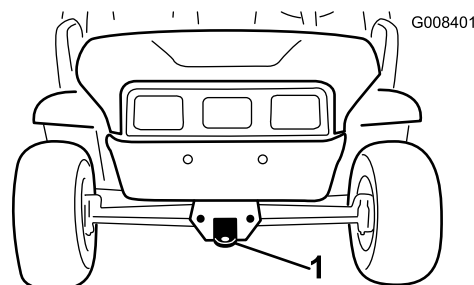
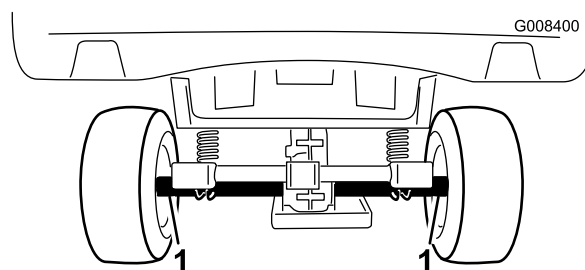

Рисунок 19
Рисунок 20
Для перемещения автомобиля на большие расстояния следует использовать прицеп. Убедитесь в том, что автомобиль надежно закреплен на прицепе. Местонахождение точек крепления показано на Рисунок 19 и Рисунок 20.
2. Прикрепите буксирный трос к сцепному устройству в передней части рамы машины (Рисунок 19).